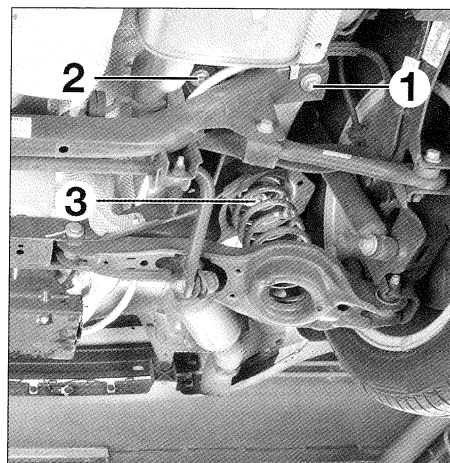

FIG. 17
- . Desmontar las fijaciones (1), (2) y (3) (idéntico en ambos lados) (fig. 17) de la cuna y esta misma.